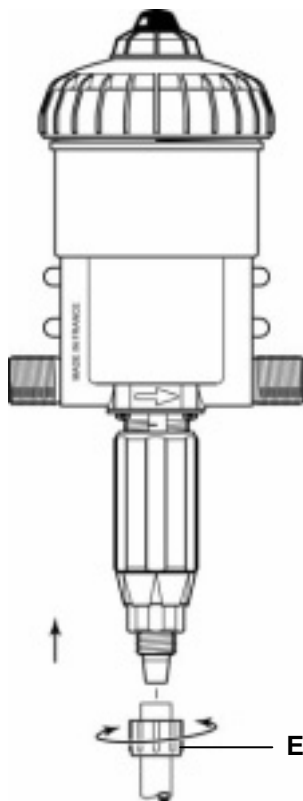

Рис. 7
- Отвинтите гайку (**см. Рис. 7-Е**), расположенную в нижней части дозирования, и вставьте в нее всасывающий шланг.